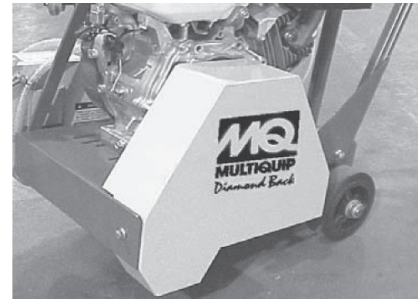

Figure 8. Couvercle de protection des courroies trapézoïdales
ASSUREZ-VOUS que le **couvercle de protection des courroies trapézoïdales** est en place et qu'il est solidement fixé pendant l'utilisation de la scie (Figure 8).
1. Retirez les boulons qui fixent le couvercle de protection des courroies trapézoïdales (Figure 8) au cadre de la scie.